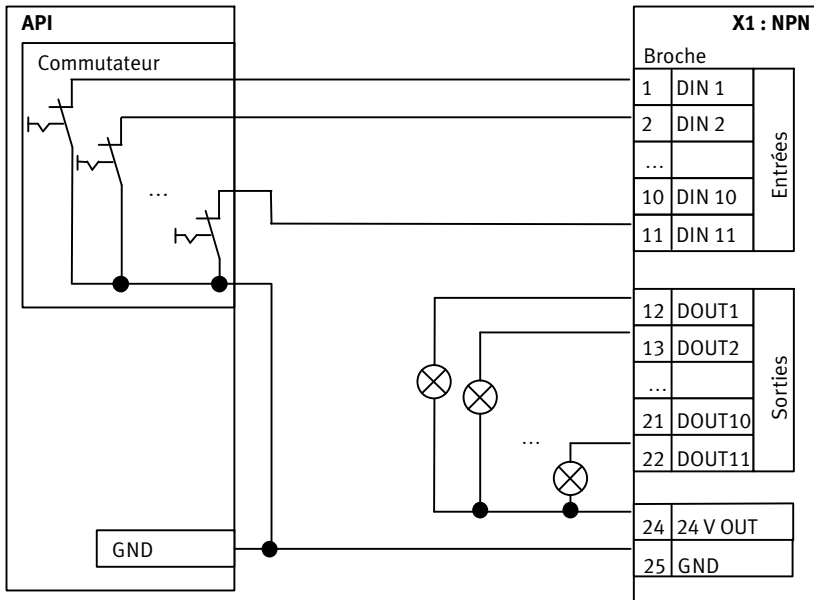

Fig. 4.3 Raccordement des interfaces - variante NPN (CMMO-...DION)
- Type CMMO-...-DION = circuit logique négatif NPN (→ Fig. 4.3)